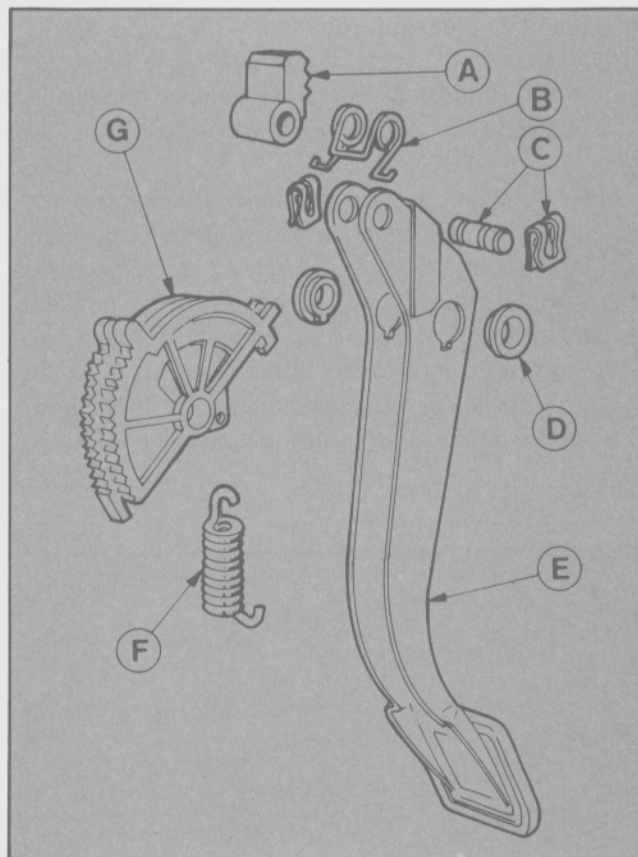

Fig. 13 - Pedal de embrague y mecanismo de ajuste automático.
- Para instalar el mecanismo de ajuste automático (Fig. 13). Lubricar el orificio del segmento dentado y el trinquete con grasa BAC6AZ-19590-B. Insertar el trinquete y el muelle y sujetarlos con el anillo elástico. Introducir el segmento dentado con el muelle acoplado en el pedal y colocar los dos bujes. Levantar el trinquete y girar el segmento dentado de modo que los dientes del trinquete descansen en la sección del segmento que se muestra en la figura 14. Acoplar el muelle de tensión en el rebaje del pedal.